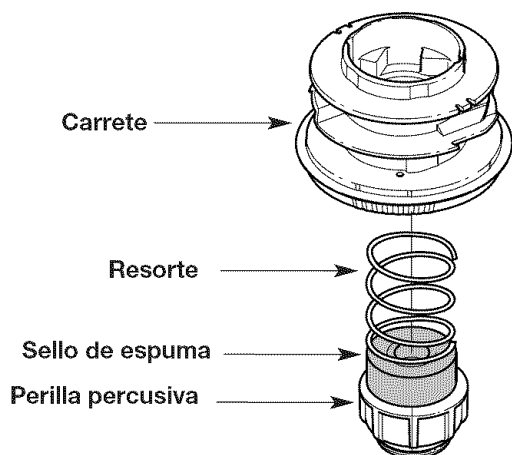

Fig. 21
2. Saque la perilla percusiva, el sello de espuma, el resorte, el carrete y la línea de corte del bastidor del carrete (Fig. 21).
5. Instale el carrete, el resorte, el sello de espuma y la perilla percusiva en el bastidor del carrete (Fig. 21).